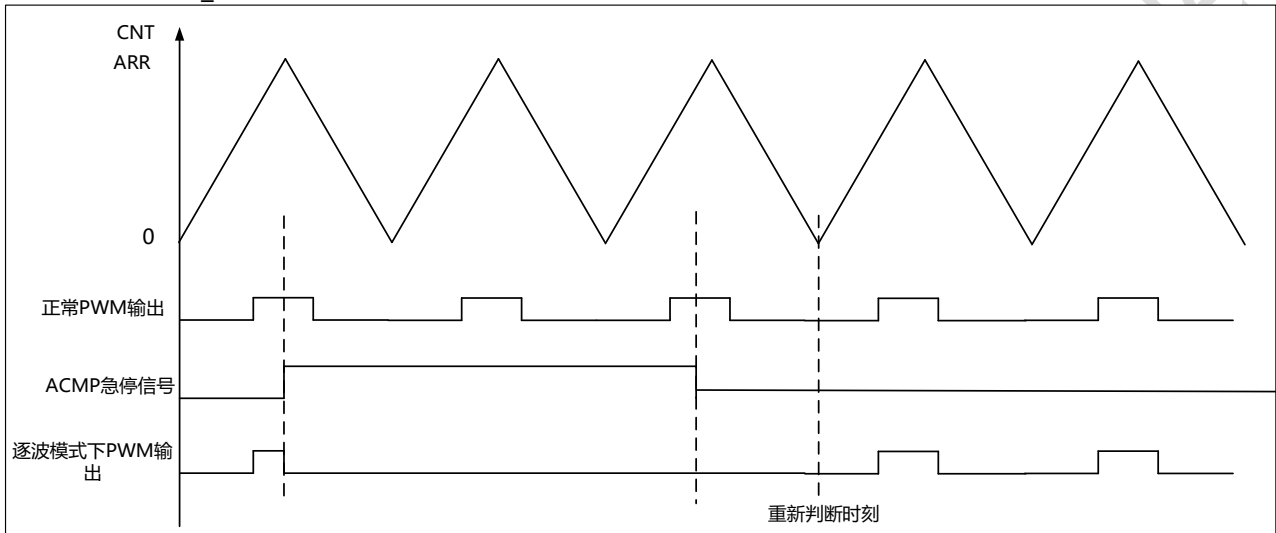

图 11-6 ACMP 逐波模式
**逐波模式:** 当 ACMP 输入的急停信号有效时, EPWM 切换到急停状态输出, 并在下次计数到 0 时, 硬件会再次判断 ACMP 急停信号是否仍然有效, 若失效, 则会退出急停状态, 逐波模式下硬件会在每个计数周期对 ACMP 急停信号判断, 动态切换 EPWM 输出, 若在计数周期内 ACMP 输入失效, EPWM 也不会立刻切换输出。如图 11-6 ACMP 逐波模式所示。